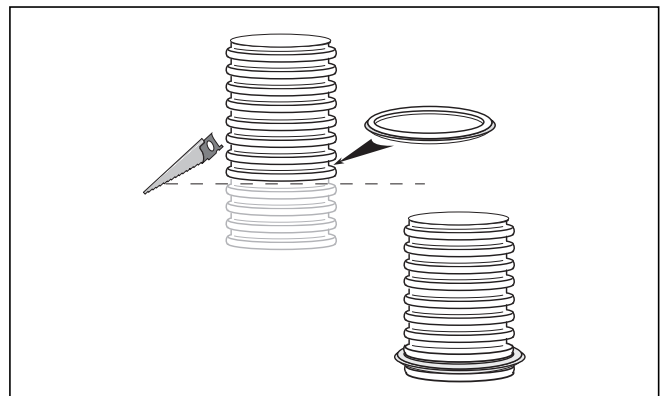

Abb. 5.33 Flexible Abgasleitung kürzen und Dichtung montieren
**Legen Sie zunächst die Gesamtlänge nur überschlägig fest. Sicherheitszuschlag bei geradem Schacht: mindestens 50 cm, bei versetztem Schacht: mindestens 70 cm je Versatz. Kürzen Sie die flexible Abgasleitung (siehe Abb. 5.33) erst dann, wenn Sie sie an der Schachtmündung befestigen.**
- Montieren Sie anschließend die Dichtung in der untersten unbeschädigten Rille der Abgasleitung (siehe Abb. 5.33).